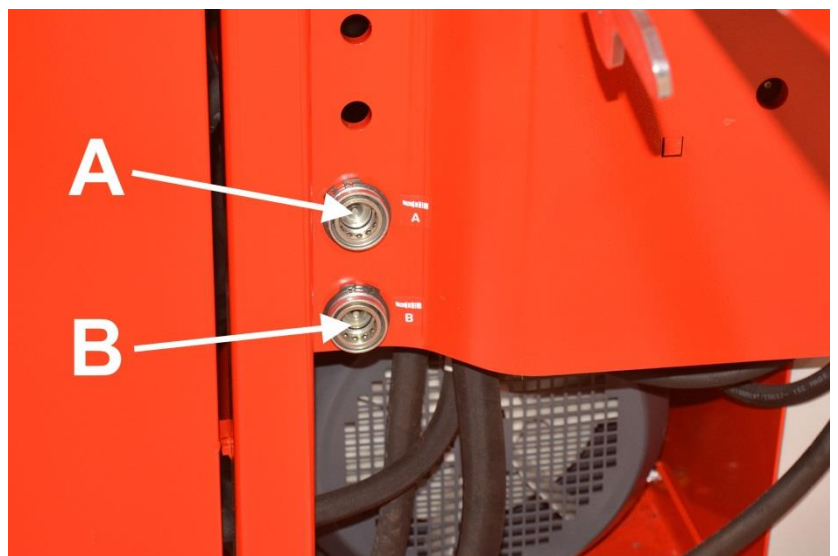

Bild 20.
1. Koppla tilläggshydrauliken (t.ex. vid användning av HakkiFeed 472-stockbordets sidoflyttare) genom att trycka in hjälputrustningens hydraulslangar i snabbkopplingarna A och B på bild 20.